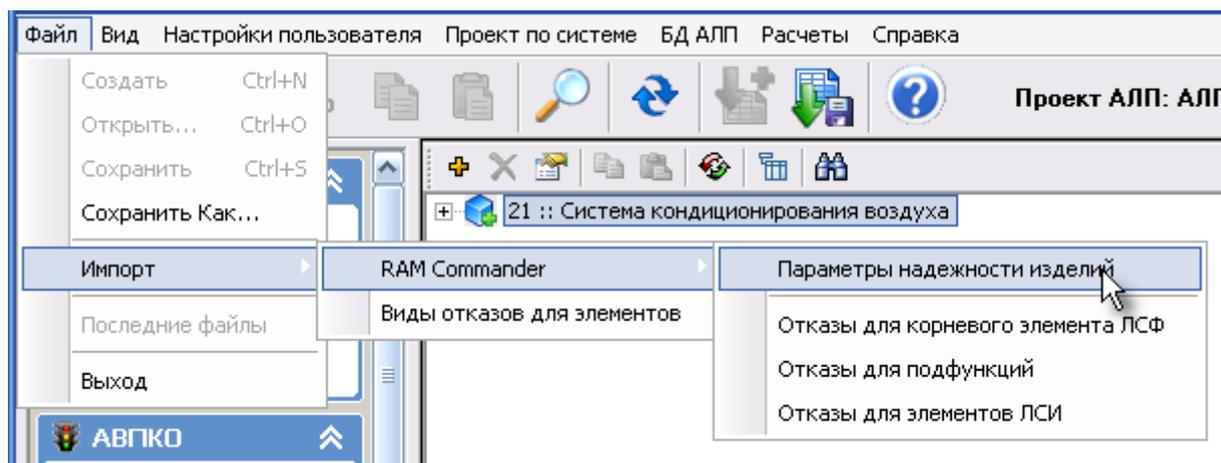

Рис. 14-1
2. В главном меню программы выберите **Файл** → **Импорт** → **RAM Commander** → **Параметры надежности изделий** (рис. 14-1).
2. В главном меню программы выберите **Файл** → **Импорт** → **RAM Commander** → **Отказы для корневого элемента ЛСФ** (рис. 14-1).